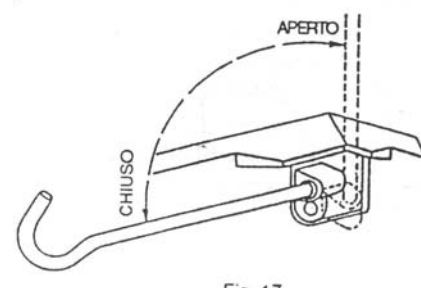

Fig. 17
Per ottenere un funzionamento corretto ed evitare un danneggiamento del termostato, quando il focolare è acceso, la portina del cassetto ceneri deve essere sempre chiusa. La chiusura della portina è corretta quando i due blocchi di chiusura si trovano nella seguente posizione  (v. Fig. 17).
- L'attizzatoio serve per sbloccare la portina del cassetto ceneri (introdurre l'estremità dell'attizzatoio nel foro della levetta predisposta nella portina del cassetto ceneri e spostare l'attizzatoio secondo quanto indicato nella Fig. 17).